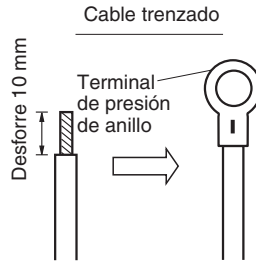
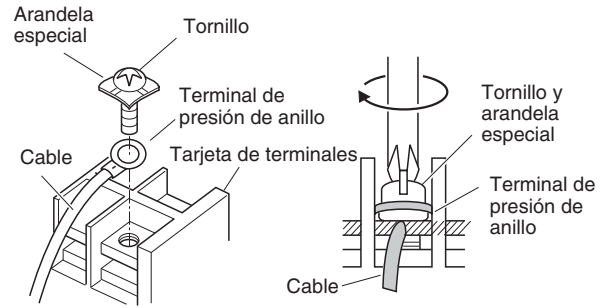

Fig. 4-7
Fig. 4-8
- (1) Corte el extremo del cable con alicates de corte, quite el aislante para exponer los conductores trenzados unos 10 mm y retuerza con fuerza los extremos de los conductores. (Fig. 4-7)
- (2) Empleando un destornillador de punta Phillips, extraiga los tornillos del terminal de la tarjeta de terminales.
- (3) Utilizando un fijador de conector de anillo o alicates, fije con seguridad cada extremo del cable trenzado con un terminal de presión de anillo.
- (4) Coloque el terminal de presión de anillo y vuelva a colocar y apretar el tornillo del terminal extraído con ayuda de un destornillador. (Fig. 4-8)